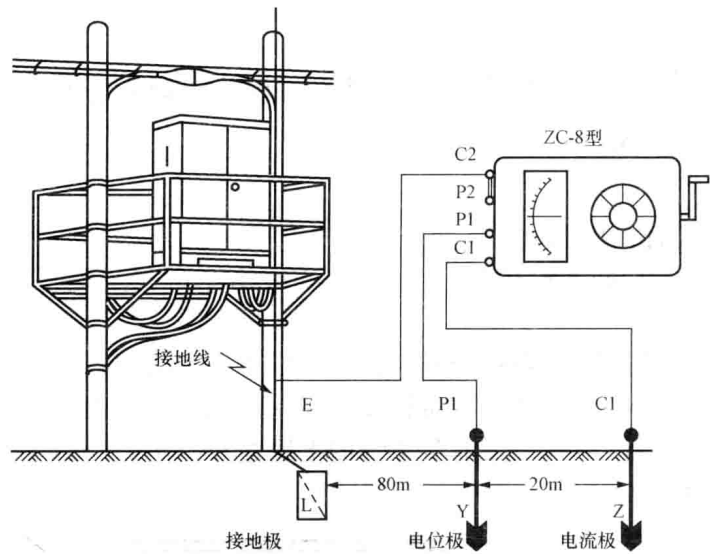

图 1-2 接地电阻测量接线图
(1) 在被测接地装置的位置向垂直接路方向，依直线丈量 80m 处，用锤子钉入一根电位探针 Y；再续量 20m 处，用锤子钉入一根电流探针 Z，深度为 0.4~0.5m，如图 1-2 所示。
(2) 使用四端钮（C1、P1、C2、P2）接地电阻测量仪测量时，将 C2、P2 端钮短接后，用约 5m 长的导线与被测的接地极 E 相连，测量仪的 P1 端 80m 导线接在电位探针 Y 上，C1 端用 100m 导线接在电流探针 Z 上。若使用三端钮（E、P、C）接地电阻测量仪，则 E 端等效于 C2、P2 端钮短接，其他操作相同。
(3) 接地电阻测量仪水平放置地面上，检查表针是否指零位，否则应调节到“0”位。
(4) 倍率盘上有“ $\times 0.1$ ”、“ $\times 1$ ”、“ $\times 10$ ”等倍率档，调整倍率盘将其置于较大倍率档，然后慢慢转动接地电阻测量仪的摇柄，同时调整“测量刻度盘”使检流计指针平衡。当指针接近盘中线（即是零位）时，再加快仪表摇柄的转速，使其达到稳定转速 120r/min，此时调整“测量标度盘”使指针指示在表盘中线上，最终读取“测量标度盘”所指示的数值乘以倍率值，即接地装置的接地电阻值为